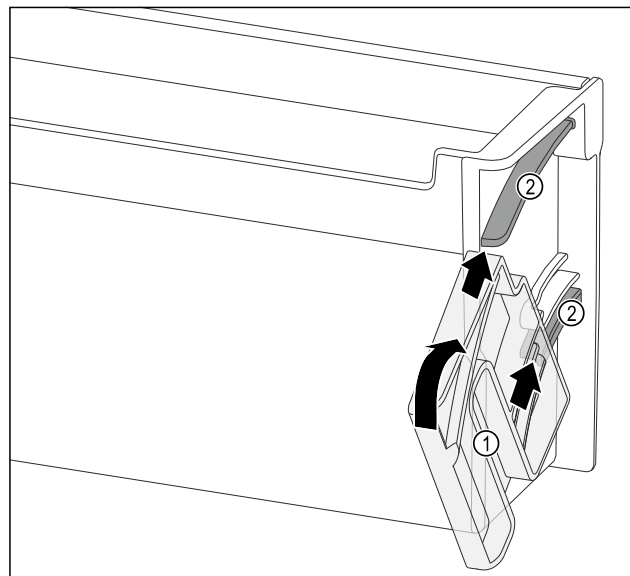

Fig. 100
- ▶ Разместите поворотный блок Fig. 100 (1) таким образом, чтобы выемки оказались точно напротив направляющих каналов Fig. 100 (2) дверной полки.
- ▶ Поверните поворотный блок Fig. 100 (1) по указанном направлении.